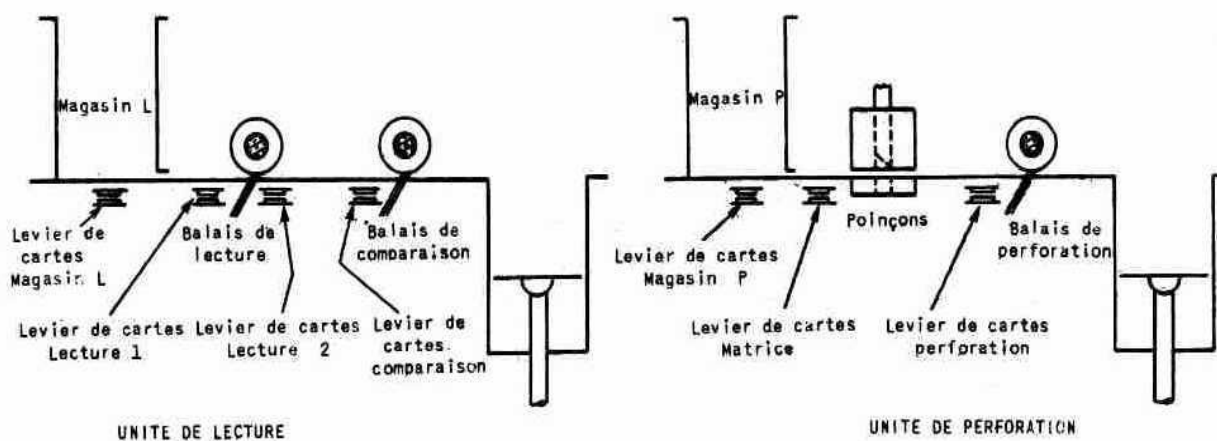

Figure 66 - Emplacement des leviers de cartes
- un schéma du fonctionnement de la machine avec ses deux magasins et ses unités de lecture et de perforation (correspond à la figure 66 du volume-2),